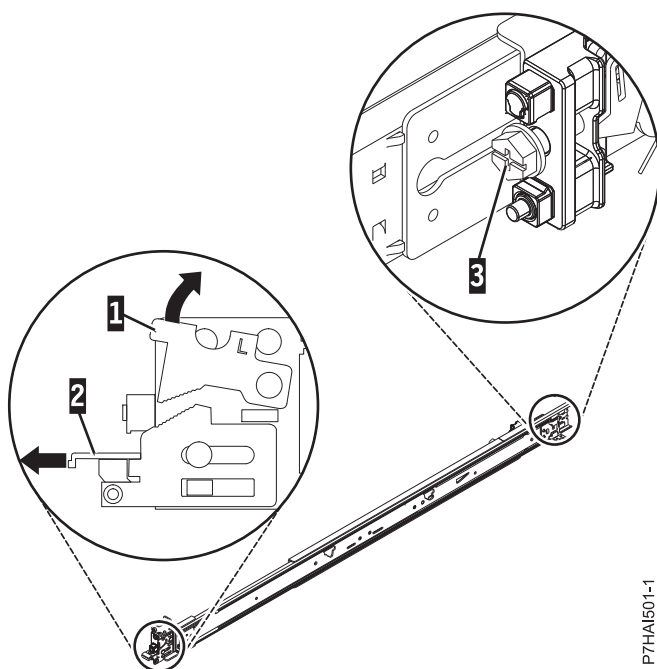

Abbildung 2. Vordere Verriegelung öffnen und Schraube an der Rückseite entfernen
2. Drücken Sie die vordere Sperrzunge (1) nach oben und ziehen die vordere Verriegelung (2) an der Vorderseite der Schiene heraus. Entfernen Sie die Schraube an der Rückseite der Schiene (3). Einzelheiten finden Sie unter Abb. 2.